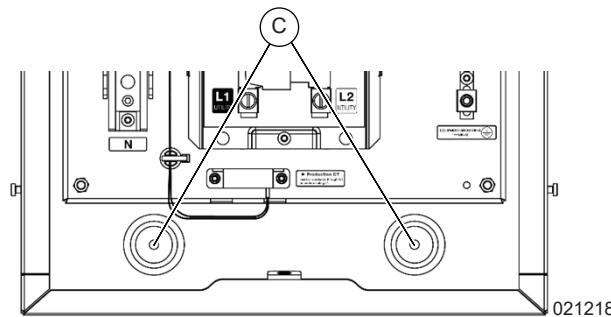

Figura 5-4. Fijación del gabinete a la pared
2. Consulte la Figura 5-4. Una vez que se haya instalado el conducto (si está equipado) entre el Smart Combiner y otros equipos, fije el gabinete a la pared a través del compartimiento de cableado (C).